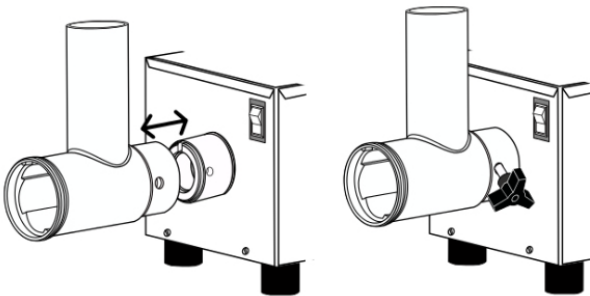

FIG. 2 POSICION CORRECTA DE LA PERILLA
2.- Para retrar el cabezal (8) gire la perilla (10) en contra de las manecilas y jale hacia atras el cabezal. **(Ver Fig 2)**.
a) Después de ensamblar el cabezal (8), gire la perilla (10) en sentido horario para fijar el cabezal **(Ver Fig. 2)**.
b) La navaja (5) debe insertarse con el filo hacia enfrente, en la flecha del gusano.
c) Posicione el cedazo (4) centrado contra la navaja (5) asegurando que la muesca coincida con el pin insertado en el cabezal.